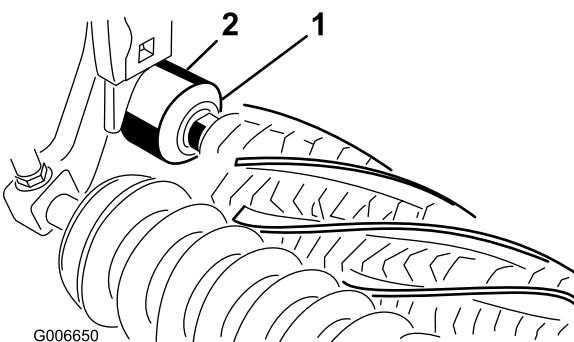

Figura 25
- 26. Certifique-se de que o rebordo vedante, em cada vedante de eliminação de sedimentos, toca ao de leve em todas as caixas de rolamentos (Figura 25).